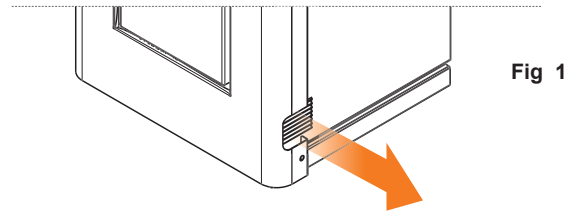

Fig 1
- Enganchar los dientes del marco en los orificios correspondientes (Fig. 1).
La estufa, en los modelos predispuestos para la canalización, está dotada de 2 ventiladores centrífugos adecuados para canalizar el aire en ambientes limítrofes. De serie el aire sale de las rejillas colocadas lateralmente con un flujo de aire de 45° respecto al frontal. (Fig. 1)